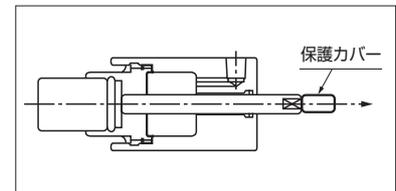

Fig.24
- ④ a) ロッド及びロッドシール部にグリースを塗布する。
b) ボンネットFのブッシュにロッドを挿入しブッシュをガイドにしピストンをゆっくり押し込む。その際、先の丸いへらを使用し、BFダイヤフラムFのビード部を同時に押し、ボンネットFのビード座に均一に当たる様にする。(Fig.24)